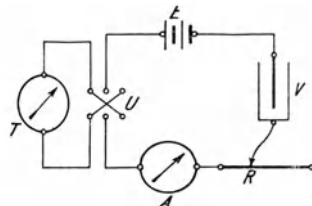

Fig. 160.
**Anleitung.** a) Verfahre wie in Aufgabe 9 (a) bis (h), doch laß einen Strom von 1 Ampere 30 Minuten lang durch das Coulombmeter fließen. Schalte, falls nur eine Tangentenbussole (4 Windungen) zur Strommessung benutzt wird, die Wippe so ein, daß nur in der Bussole, nicht aber im übrigen Stromkreis die Stromrichtung umgekehrt werden kann (Fig. 160), und regle, während die Hilfskathode darin sitzt, den Widerstand so, daß die Ablenkung des Bussolenzigers zwischen  $30^\circ$  und  $60^\circ$  liegt. Lies vor Beginn und nach Schluß des Versuchs die Nullstellungen beider Zeigerspitzen ab, wende nach 15 Minuten möglichst rasch den
**Anleitung.** a) Verfahre wie in Aufgabe 12 (a) bis (c), doch laß einen Strom von 0,6 Ampere 8 Minuten lang durch das Coulombmeter fließen. Schalte, falls nur eine Tangentenbussole (4 Windungen) benutzt wird, die Wippe so ein, daß bloß in der Bussole, nicht aber im übrigen Stromkreis, die Stromrichtung umgekehrt werden kann (Fig. 160). Lies vor Beginn und nach Schluß des Versuchs die Nullstellungen beider Zeigerspitzen ab und schreibe jede Minute die Stellungen beider Zeigerspitzen auf. Halte durch Änderung des Widerstandes die Zeigerspitzen in ihren ursprünglichen Stellungen. Lies auch jede Minute den Strommesser ab. Wende nach 4 Minuten den Strom.